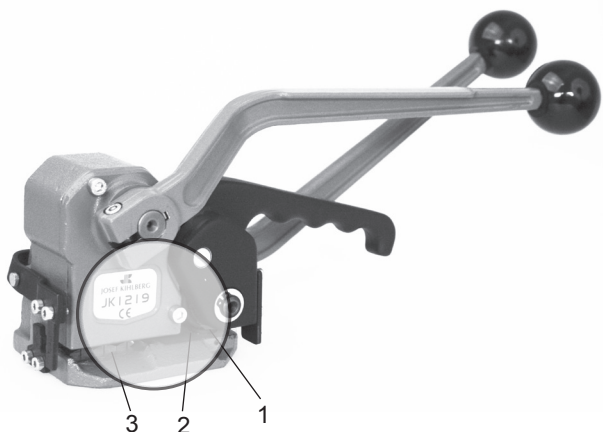

Fig. 8
- Molette de tension (Fig. 8/1)